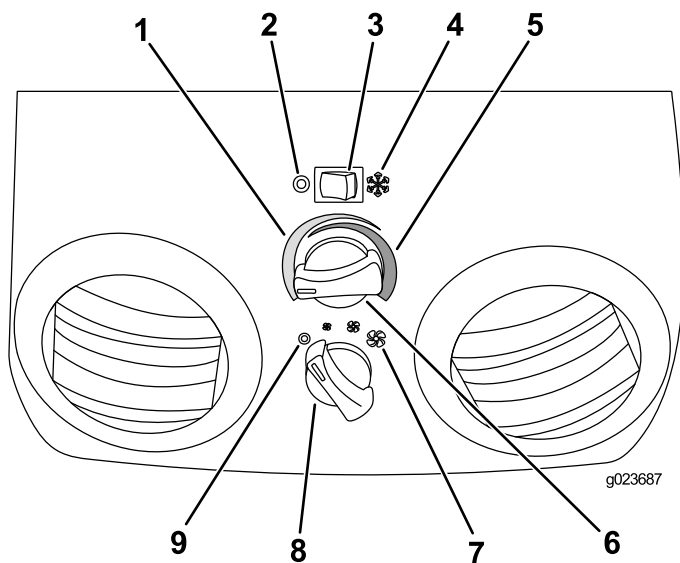

Bild 64
1. Schieben Sie den Schalter für die **KLIMAANLAGE** nach rechts, um die Klimaanlage in die **EIN-Stellung** zu drehen (Bild 64).
- Drehen Sie das TEMPERATUR-Handrad nach links, bis Sie die gewünschte Temperatur erreicht haben (Bild 64).
- Stellen Sie das Handrad für die LÜFTERGESCHWINDIGKEIT auf niedrig, mittel oder hoch (Bild 64).
- Schieben Sie den Schalter für die KLIMAANLAGE nach links, um die Klimaanlage in die AUS-Stellung zu drehen (Bild 64).
- Drehen Sie das TEMPERATUR-Handrad nach rechts, bis Sie die gewünschte Temperatur erreicht haben (Bild 64).